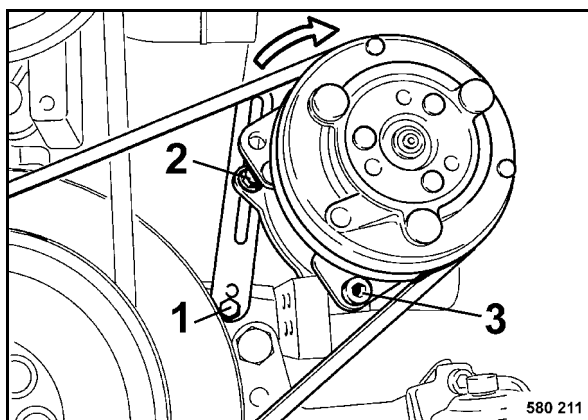

Fig. 116
- Soltar ligeramente los tornillos de fijación 1, 2 y 3 (Fig. 116).